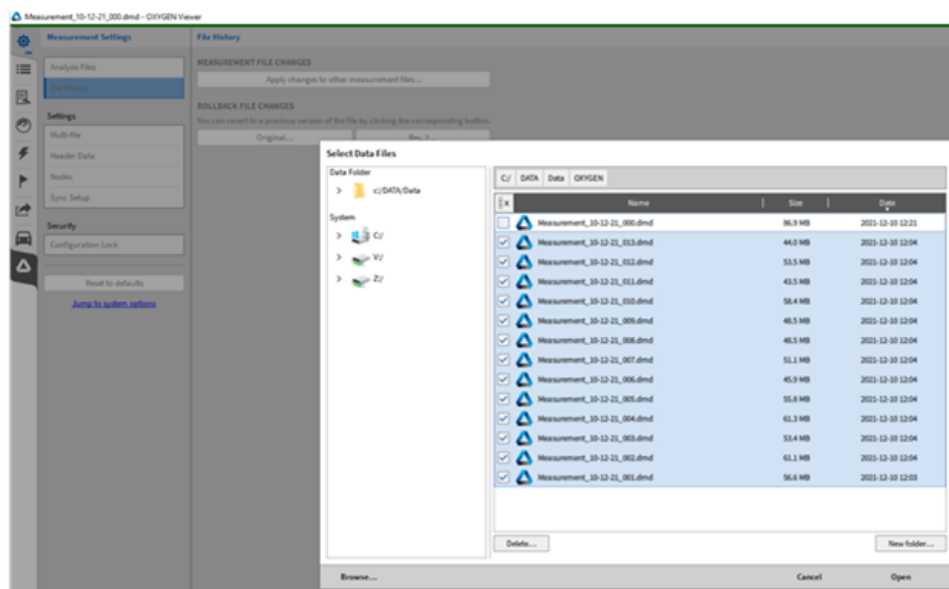

Abb. 12.5: Auswahl der Dateien für das Batch Processing
*andere Messdateien übernehmen...* öffnet sich ein Dialog, wo alle Dateien ausgewählt werden können, auf welche die Änderungen übertragen werden sollen (siehe Abb. 12.5). Dateien innerhalb desselben Ordners können ausgewählt werden.